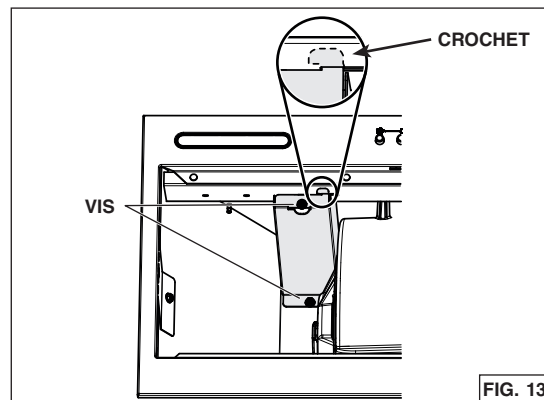

FIG. 13
2. Remettre en place le couvercle de câblage et le fixer au module à l'aide de ses 2 vis de retenue. S'assurer que le crochet du couvercle (en pointillé dans le médaillon) est correctement inséré dans la paroi de la hotte (Fig. 13).